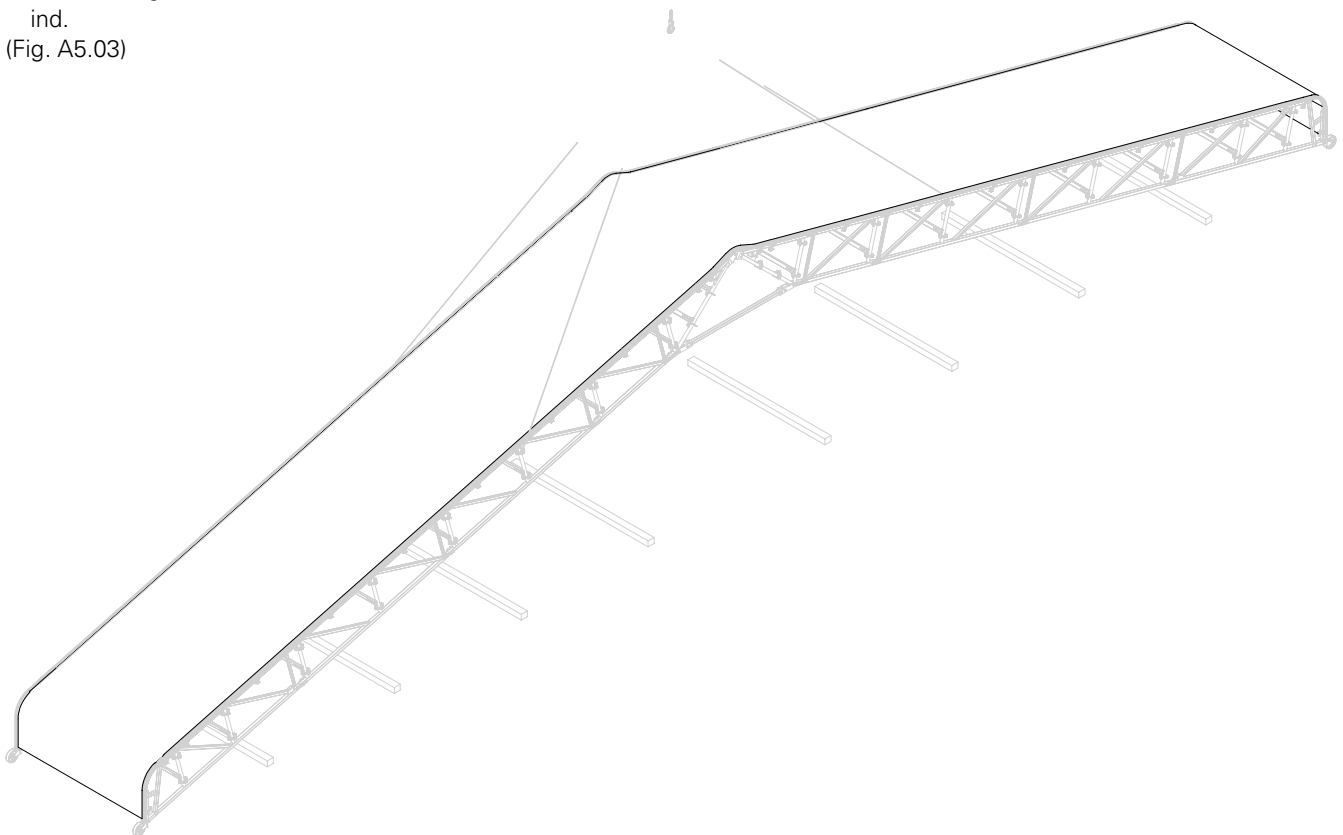

Fig. A5.04
12. Træk presenningen nedad. (Fig. A5.04)